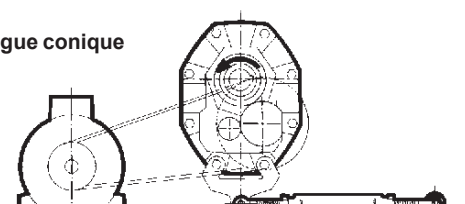

fig. 5b
- zona B para rotação no sentido anti-horário (fig. 5b).